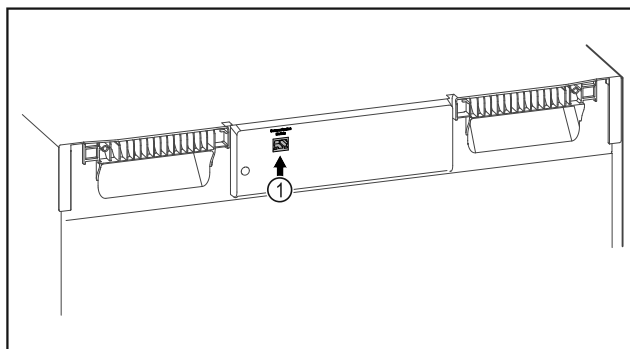

Fig. 126
- Je používán SmartModule Fig. 126 (1).